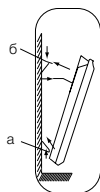

Рис. 6
- закрепить прибор на кронштейне необходимо следующим образом (рис. 6):
- наденьте на кронштейн нижнюю часть конвектора при помощи специальных отверстий, расположенных в нижней части конвектора (рис. 6, а);
- наденьте верхнюю часть конвектора на кронштейн, зафиксировав его при помощи защелок на кронштейне (рис. 6, б);